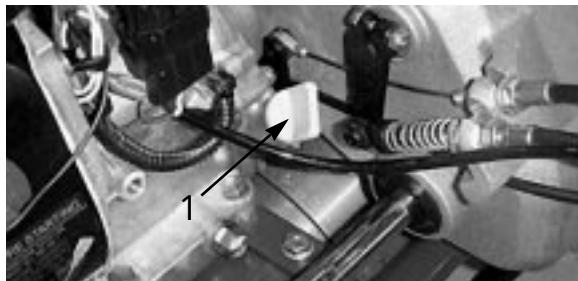

図8
1. エンジンが水平になるように駐車し、オイル・ゲージの周囲をきれいに拭く（図8）。